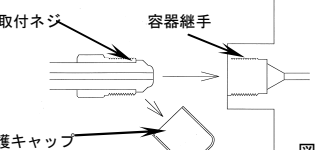

図 1
① 圧力調整器取付部についている保護キャップを必ず取り外してください。この時、取付部の当たり面に損傷、ゴミ等の付着物が無い事を確認してください。
② 入口継手先端を容器継手穴奥に突き当て、取付ナットを手で一杯まで締め込みます。(図 1 参照)
③ 入口継手二面面で固定しながら専用の固定スパナを用いて、②の状態から $10 \sim 15^\circ$ 程度まで確実に締め付けてください。